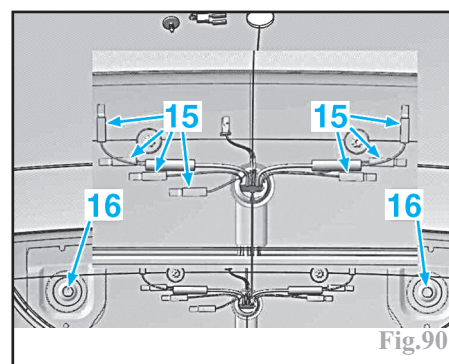

Fig.90
Débrancher les connexions électriques (15) de la lunette AR et déposer les fixations de la glace (16) (Fig.90).